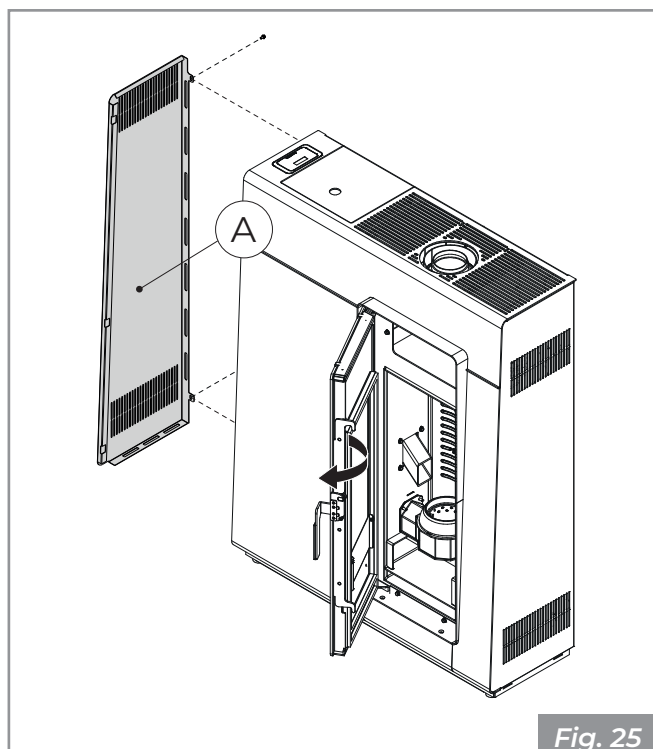

Fig. 25
- Abrir la puerta e intervenir en los tornillos para quitar el costado izquierdo (**A - Fig. 25**).